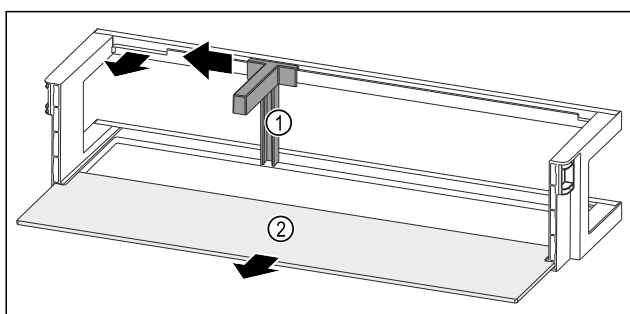

Fig. 203 Dörrfack med flaskhållare och hylla
- Skjut flaskhållaren Fig. 203 (1) åt sidan ända till ursparingen.
- Ta ut flaskhållaren Fig. 203 (1).
- Ta ut hyllan Fig. 203 (2).